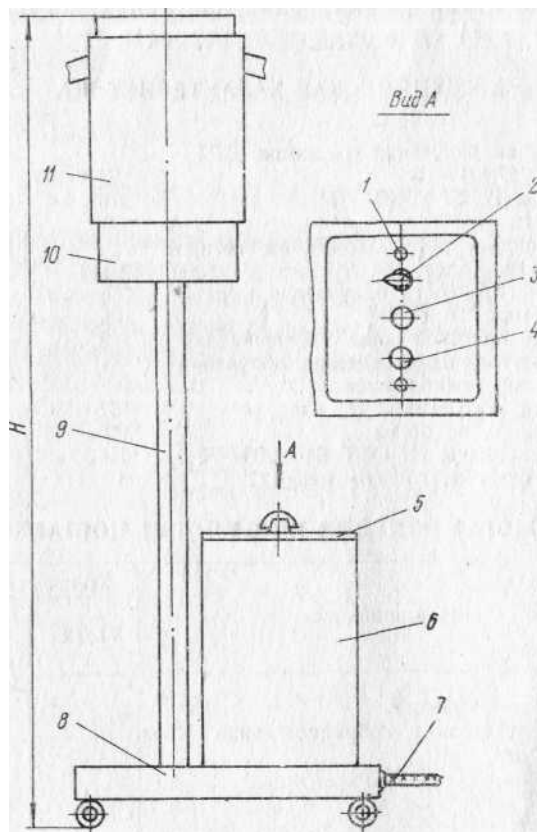
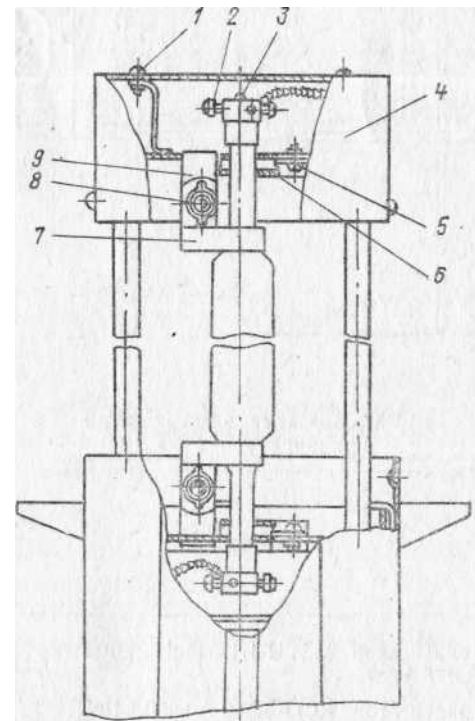

Рис. 1. Общий вид облучателя
Рис. 2. Установка лампы ДРТ
Облучатель (рис. 1) состоит из трех основных узлов: основания 8, стойки 9 и головки облучателя 10. На основании под кожухом 6 расположен блок питания и предохранитель (плавкая вставка).
Для установки лампы ДРТ (рис. 2) необходимо: защитный кожух // (см. рис. 1) опустить вниз; вывернуть винты 1 на верхнем кожухе 4 и снять его (см. рис. 2);
6.4. Подсоединить сетевой шнур 7 (см. рис. 1) к сети.
8.1. Для проверки монтажа, для замены запасных частей электропитающего устройства необходимо отвернуть два винта 1 (см. рис. 1) и снять крышку 5.